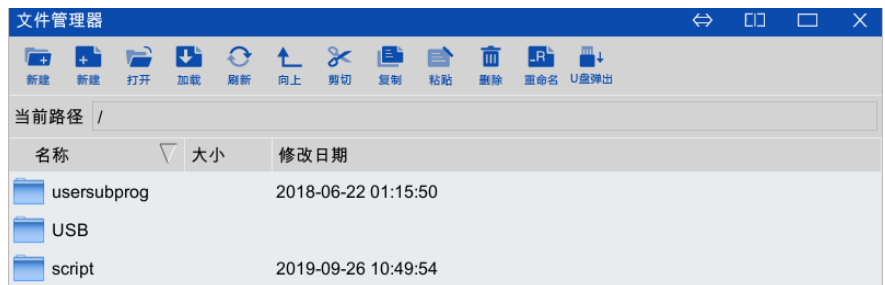

图 4-2 “文件管理器”界面
**步骤 1** 点击“文件管理”，参考图 4-1，弹出“文件管理器”界面，参考图 4.2。